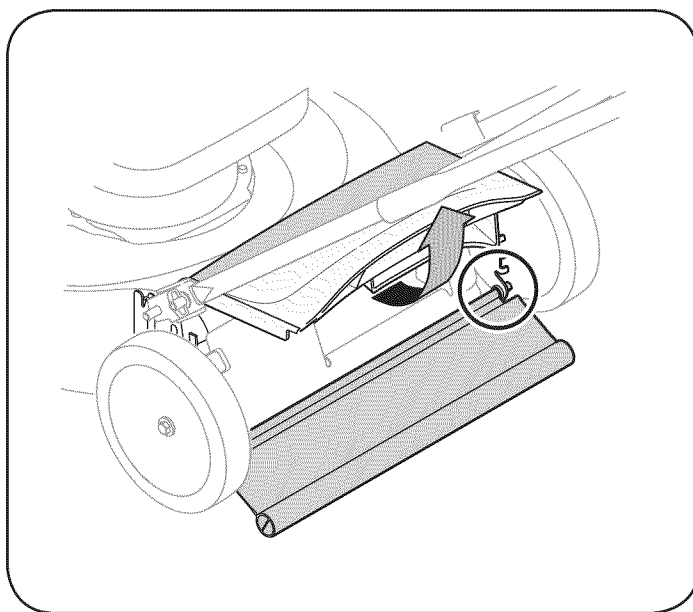

Figura 15
1. Levante la puerta trasera, y la tapa de prensa en ambos lados para quitar del agujero. Vea la Figura 15.